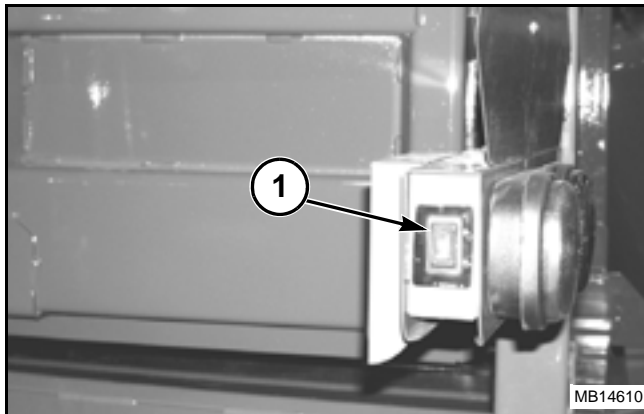

FIG. 53
FIG. 53: Las luces de servicio del anudador y de la aguja se controlan desde un interruptor (1) en la barra de luces de del lado izquierdo. Las otras luces de servicio son controladas por interruptores que encienden las luces correctas cuando se abre una puerta de servicio.